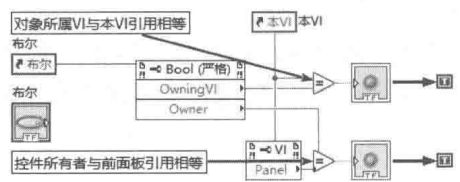

图 6-2 对象所属 VI 和所有者
- ◆ 对象所属 VI 与所有者：“对象所属 VI”属性返回的是所属 VI 的引用句柄。“所有者”属性返回的是 VI 前面板的引用句柄，如图 6-2 所示。由于前面板为顶层对象，因此不存在所有者。